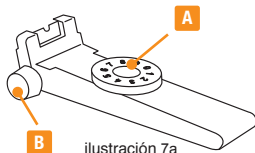

ilustración 7a
Ajustes de las Elevaciones- Si el rifle dispara muy hacia arriba: gire el tornillo A en dirección a las manecillas del reloj (vea **ilustración 7a**). Si el rifle dispara muy hacia abajo: gire el tornillo A en dirección contraria a las manecillas del reloj (vea **ilustración 7a**).
Ajustes de las Holguras- Los ajustes de las holguras se controlan girando la perilla(2) de al lado (vea **ilustración 7a**). Si el rifle de aire comprimido dispara a la derecha: ajuste en sentido contrario de las agujas del reloj. Si dispara a la izquierda: ajuste en sentido de las agujas del reloj.